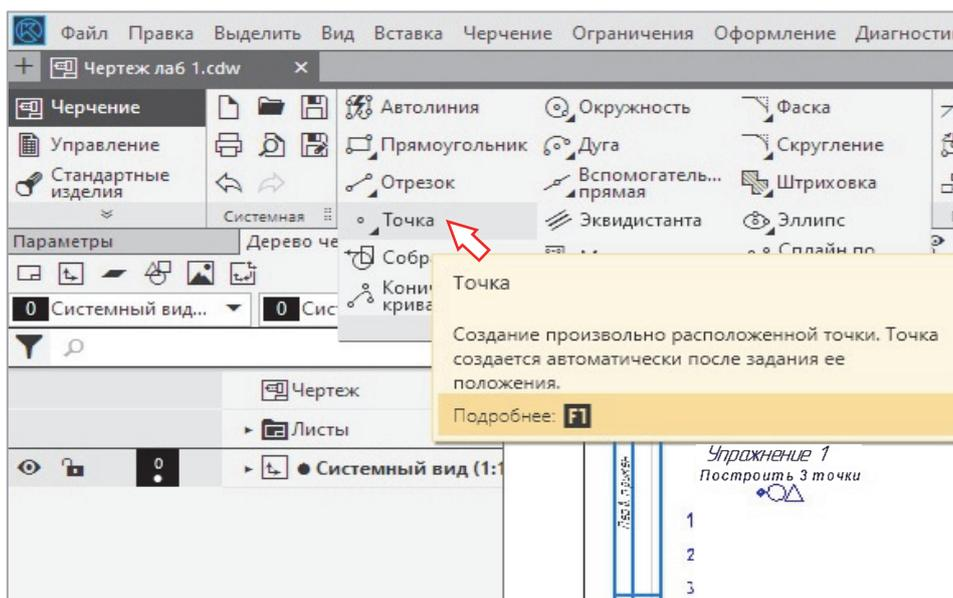

Рис. 1.1-1
Команды раздела **Геометрия** на ленте инструментов представлены в сжатом виде. Для того чтобы раскрыть этот раздел и привести к виду, показанному на рис. 1.1-1, нужно подвести курсор к правой границе этого раздела и, нажав левую клавишу мыши, растянуть его вправо.
1. На ленте инструментов выбрать команду **Черчение** → **Геометрия** → **Точка**, нажав кнопку  (рис. 1.1-1).